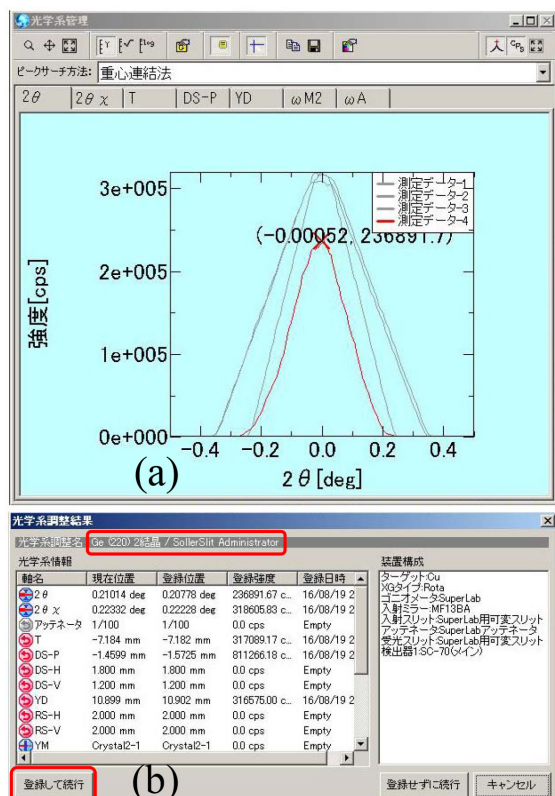

図 1.17. 受光光学系 (Soller Slit 光学系) の精密調整終了。左下「登録して続行」をクリックします
参照] の自動調整が行われ、終了すると図 1.17(a) のように「プロファイルウィンドウ」が青緑色に表示され調整が終了します。図 1.17(b) には調整結果が表示されます。左下の「登録して続行」をクリックしてください。これで図 1.17(b) 上の赤枠内に示された「Ge(220) 2 結晶 / Soller Slit」という名前で、調整した光学系が登録されました。